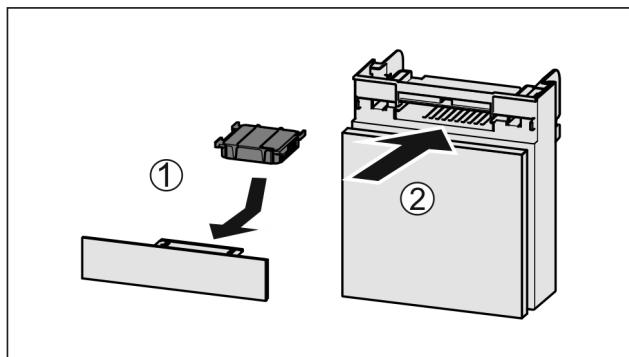

Fig. 90
- Umetnите filter s aktivnim ugljenom kao što je prikazano na slici Fig. 90 (1).
- Umetnute pretilac Fig. 90 (2).